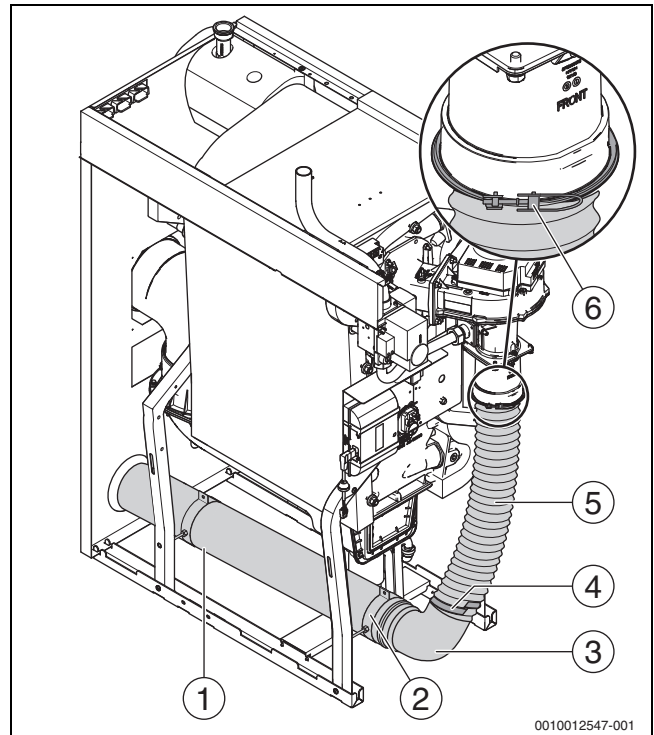

Рис. 14 Комплект для работы с забором наружного воздуха
- ▶ Смонтируйте переходник (→ рис. 14, [6]) на всасывающем патрубке горелки.